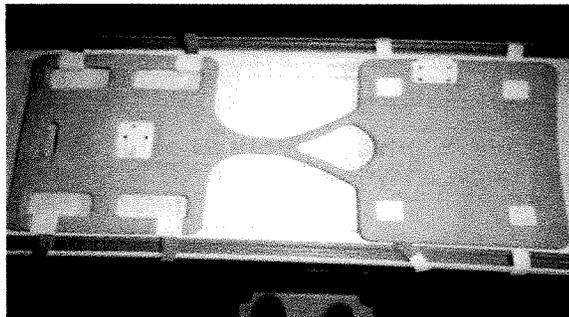

Figure 5 : Configuration de la tête la première avant le chargement du patient. L'alésage est à gauche et le côté antérieur de la bobine est sur le côté gauche.
- 2) Après avoir positionné la bobine comme illustré à la Figure 5, connectez le connecteur du câble postérieur à la prise de la bobine postérieure. Déplacez la bobine afin que le câble puisse se connecter au port de connecteur
- 1) Posez la bobine PROCURE™ à plat avec le côté non patient vers le bas et l'extrémité antérieure face à l'alésage (à gauche dans la figure 5) Utilisez des oreillers et des coussinets de confort pour le patient au besoin pour le confort et le positionnement du patient.